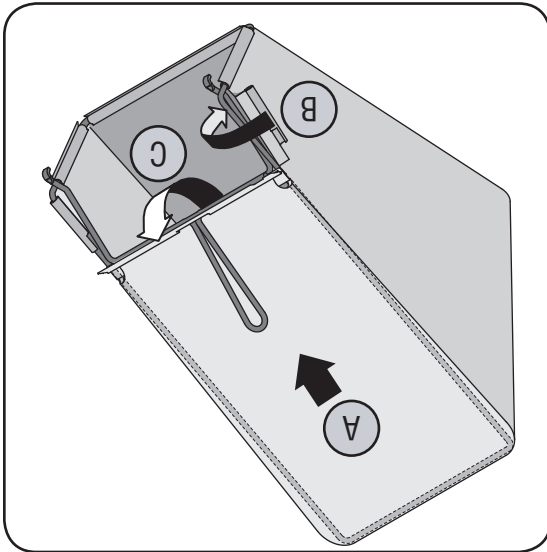

Figure 3-7
- a. Relevez le clapet d'éjection arrière de la tondeuse et placez le sac à herbe sur la tige de pivotement. Lâchez le clapet pour qu'il repose sur le sac à herbe. Voir la Figure 3-7.
- a. Relevez le clapet d'éjection arrière de la tondeuse, comme à la Figure 3-7. Relevez le sac à herbe et dégagez-le de la tige de pivotement. Lâchez le clapet d'éjection arrière pour fermer l'ouverture sur l'arrière de la tondeuse.